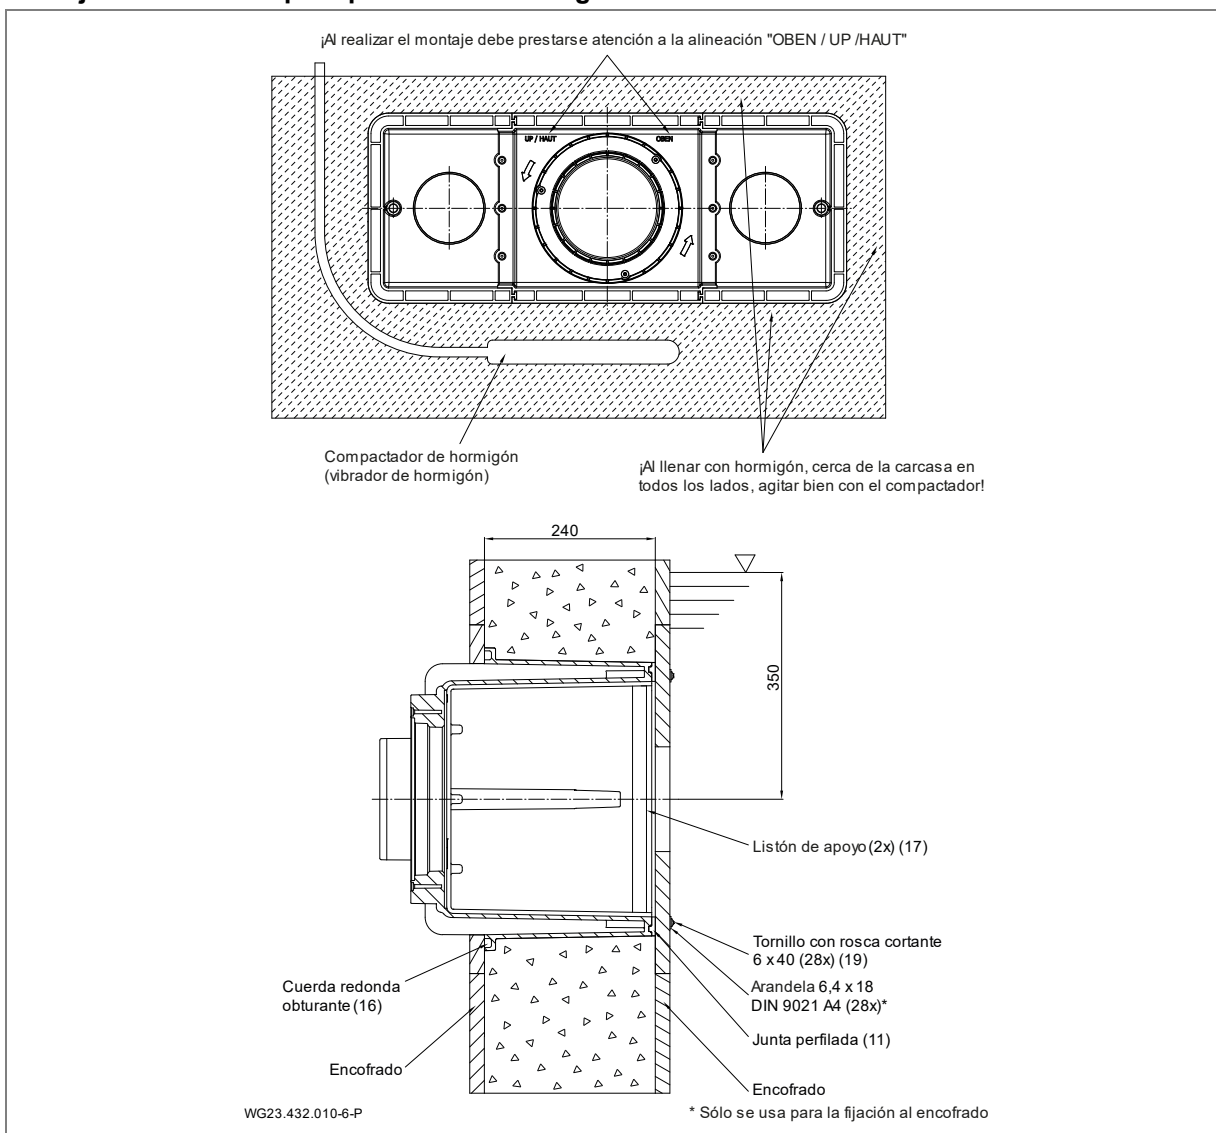

Fig. 6
Para la estanqueidad con la pared de hormigón recomendamos crear un anillo perimetral de resina epoxi/arena de cuarzo en la pared exterior del lado de la piscina de la carcasa (1). Ver "Fig. 6", página 15.